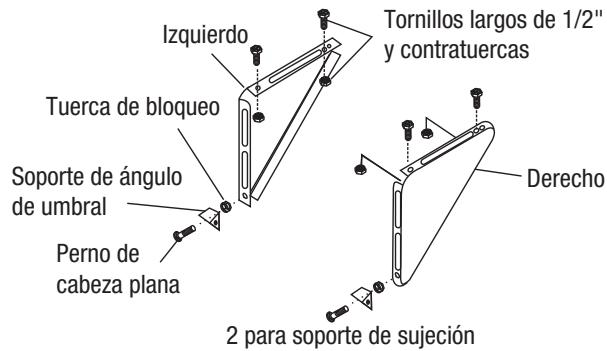

FIG. 15B
- Monte el soporte de ángulo del umbral para sujetar los soportes en la posición marcada. (Ver Fig. 15B.) Apriete a mano para permitir cambios más adelante.